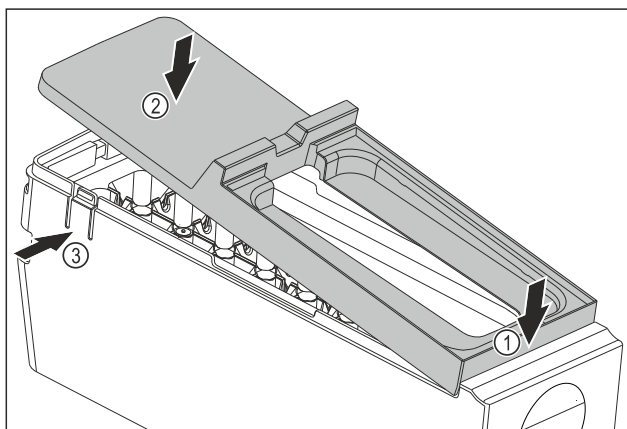

Fig. 134
- ▶ Montáž krytu korpusu EasyTwist-Ice: Nasadte kryt na přední stranu. Fig. 134 (1)
- ▶ Spusťte kryt vzadu dolů. Fig. 134 (2)
- ▷ Kryt slyšitelně zaklapne v obou lamelách Fig. 134 (3).